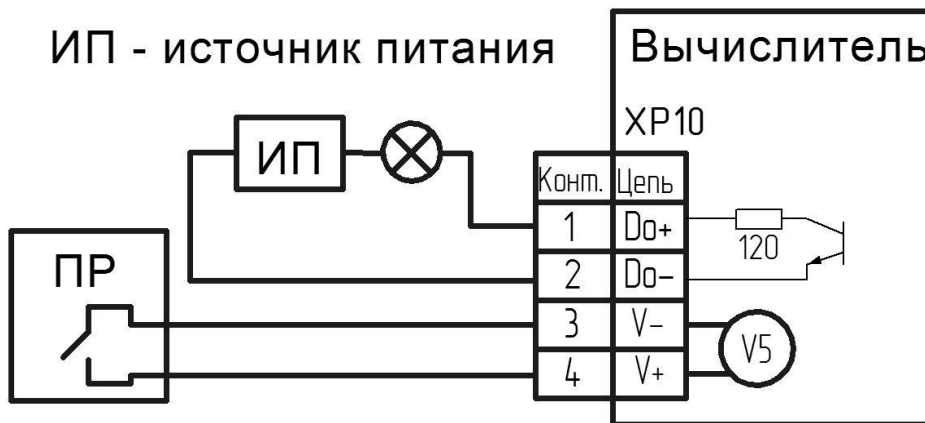

Рисунок 13 – Подключение дискретного выхода и ПР (ИК5).
**Подключение дискретного выхода.** При возникновении НС, происходит срабатывание дискретного выхода – размыкание цепи на контактах "Do+, Do-" (рисунок 13) по заданному алгоритму. Выход гальванически изолированный, максимальное коммутируемое напряжение 30 В, сила тока 50 мА.